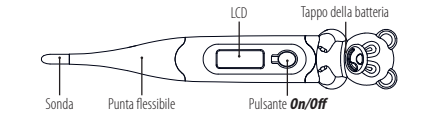

Figura 1: Componenti del termometro digitale
- Premere il pulsante *On/Off* vicino al display LCD nella Figura 1. Verrà emesso un segnale acustico mentre lo schermo mostra **188.8**, seguito dall'ultima temperatura registrata. Dopo aver mostrato la temperatura dell'autotest, il termometro è ora in modalità di test.